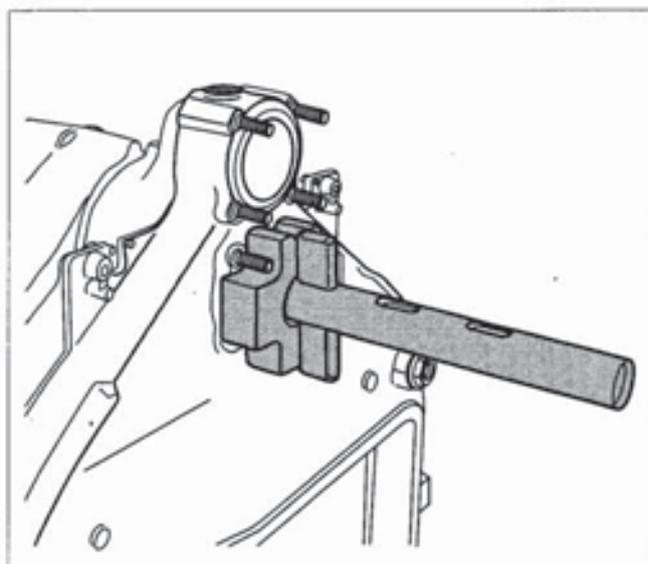

Abb. 8 Beispiel: GE315 – hinten oben
- Auf der Gegenseite evtl. Zusatzflansche und Gegenflansche entsprechend den Angaben in Kapitel 2.2 „Zuordnung Kessel – Presswerkzeug“ aufschieben und mit den beiliegenden Keilen auf den Zugstangen sichern (Abb. 8: Beispiel GE315).